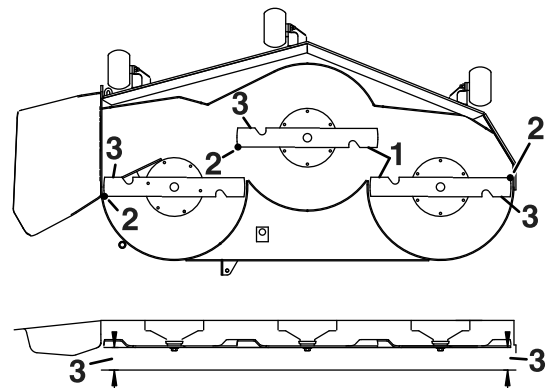

Figure 56
- Mesurez la distance entre les tranchants extérieurs et le sol plat (Figure 56).